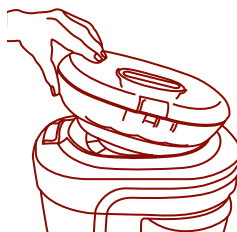

Figura 1
2. Primero, coloque el frente del depósito de hielo en la unidad y luego empuje firmemente hacia abajo sobre la parte posterior. El depósito debe colocarse a presión con un chasquido. *Figura 1*